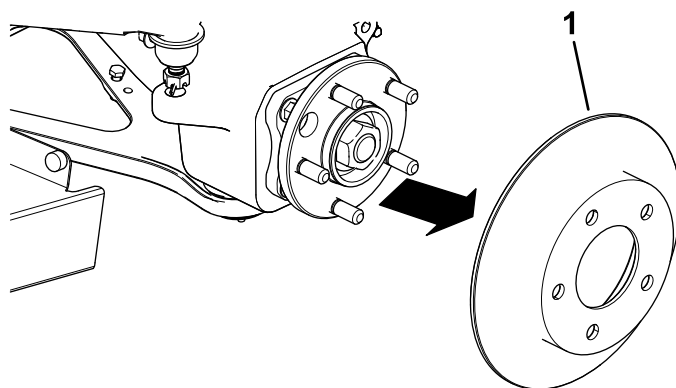

Figura 6
6. Retire o rotor (Figura 6).
4. Coloque o rotor no cubo (Figura 6).